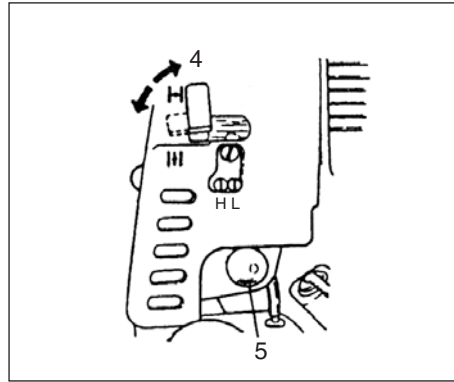

Рис.2-3
- \*Несколько раз нажать на заливочный баллон (5), чтобы топливо потекло через баллон или обратную трубку. (При наличии подобного оснащения) (Рис. 2-3)
3. Установить рычаг заслонки в положение CLOSED (ЗАКРЫТО) (4). (Рис. 2-3)